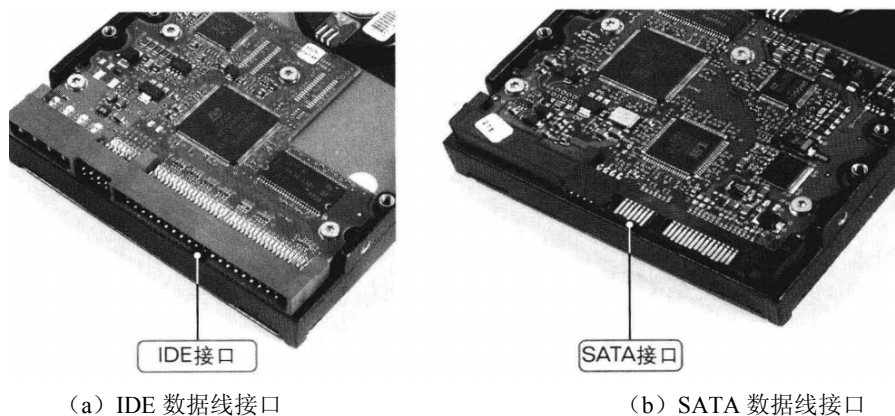

图 6-37 硬盘数据线接口
(1) 检查硬盘数据线,如果数据线损坏,更换数据线即可;如果数据线正常,接着检查硬盘数据线接口是否有断针或虚焊的引脚。如图 6-37 所示为硬盘的数据线接口。